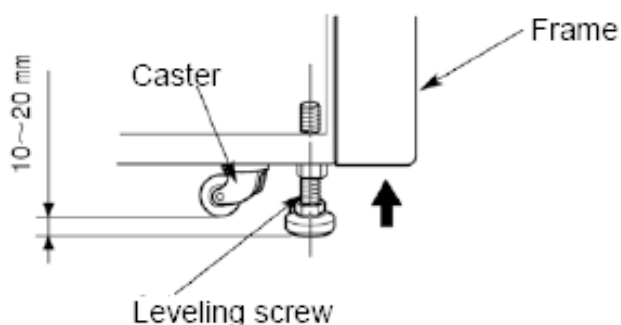

Figure 38 Opération de nivellement
1. Tourner les quatre vis de réglage avec une clé pour soulever la roulette d'environ 10 à 20 mm du sol, comme représenté sur Figure 38 Opération de nivellement.